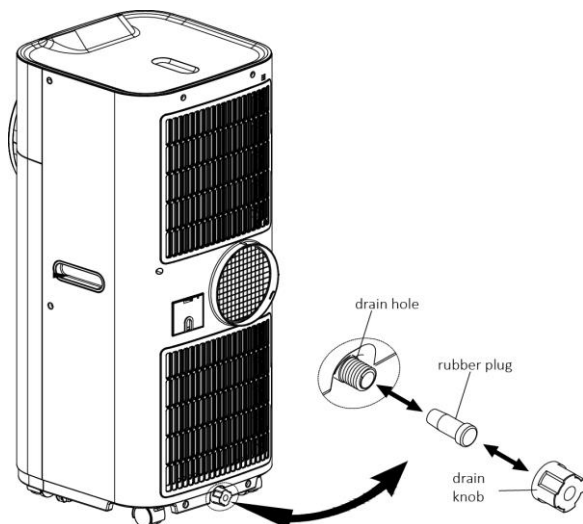

Рис.12. Удаление конденсата.
3. Удалите дренажную заглушку и резиновую втулку (рис.12) из дренажного отверстия и дайте воде стечь, при заполнении кон-